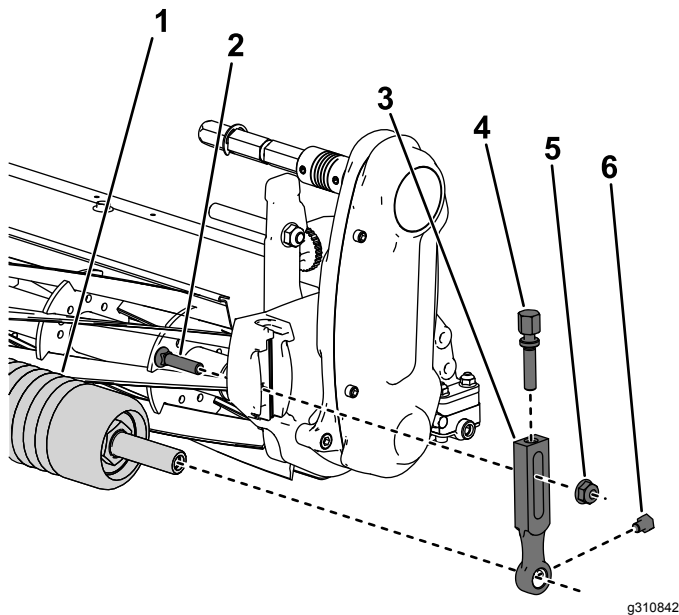

Figure 3
1. Déposez le boulon à tête fraisée, la rondelle et l'écrou à embase qui fixent l'un des bras de hauteur de coupe à la plaque latérale de l'unité de coupe (Figure 3).